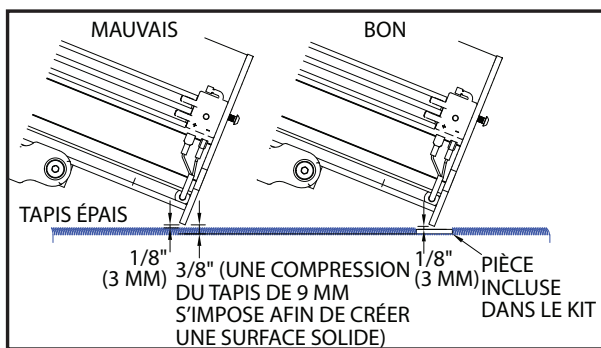

Fig. 1
**Le bout inférieur du rail devrait reposer à une distance du sol de 3 mm (1/8 po). En cas de tapis épais qui empêche le rail de reposer tel qu'indiqué (Fig. 1), demander un kit SRV-3000-038 auprès de Bruno.**